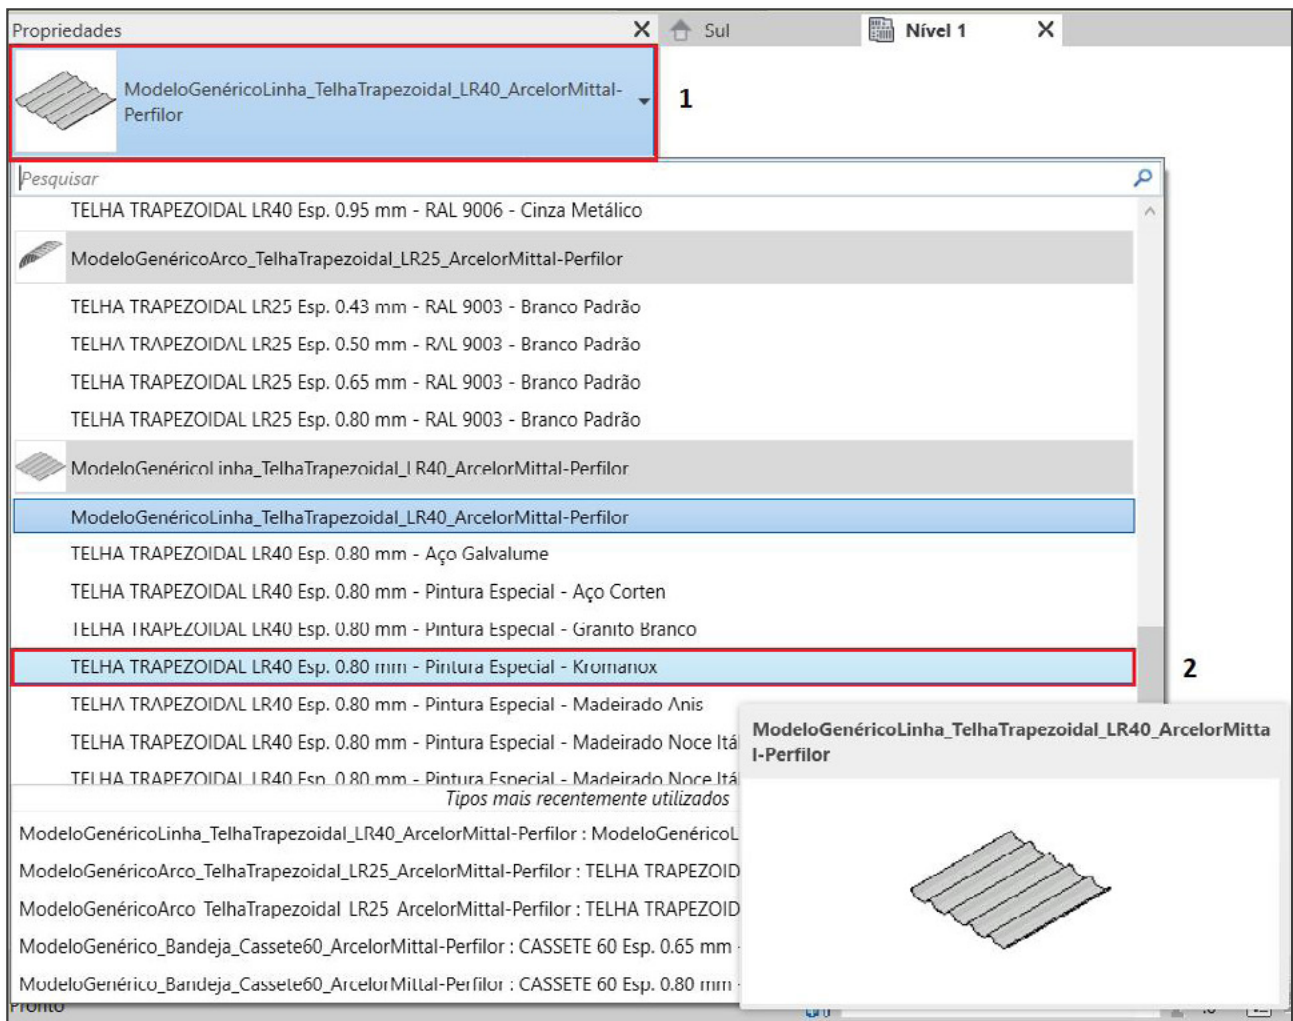

Figura 40 – Seleção do tipo de família que será inserida no projeto.
8. No painel “Propriedades”, selecione o tipo da família carregada que deseja inserir no projeto (Figura 40);